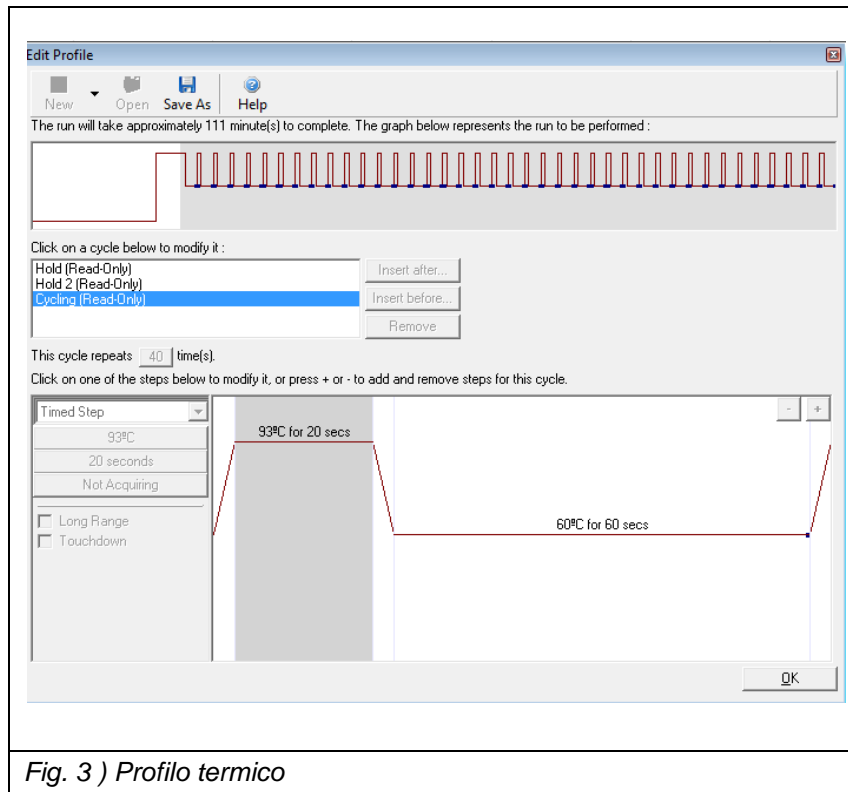

Fig. 3 ) Profilo termico
- Nella funzione "Profile" impostare il seguente profilo termico (fig. 3):